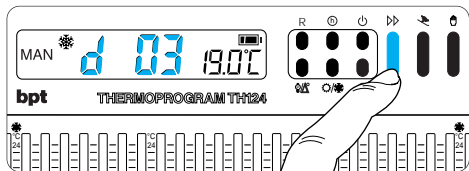

Fig. 32
**9.6** - Premere il pulsante  (fig. 32) sino a che non si raggiunga il numero di giorni desiderato da 1 a 99.